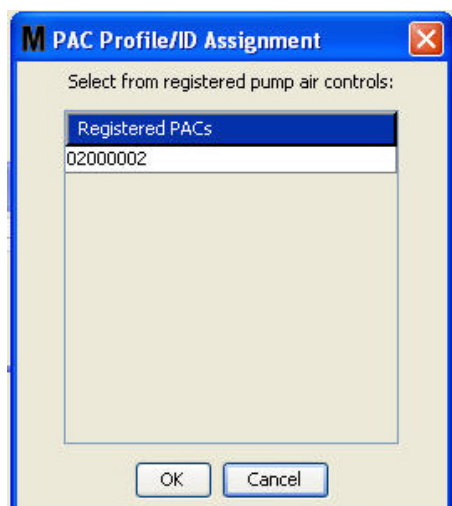

FIG. 114
- Après avoir donné un nom à la PAC, cliquez sur le bouton "Link" (Associer). L'écran "Profile/ID Assignment" (Attribution Profil/Identification) illustré dans la FIG. 114 s'affiche. Dans la liste des pompes à commande pneumatique enregistrées, sélectionnez une PAC. Cliquez sur "OK" pour fermer la fenêtre et enregistrer les modifications. Une description complète de la procédure d'enregistrement de la PAC est fournie dans le manuel d'instructions de la pompe à commande pneumatique. Des instructions sont également fournies dans la section Comment enregistrer une pompe à commande pneumatique dans l'Annexe A de ce manuel, page 161.